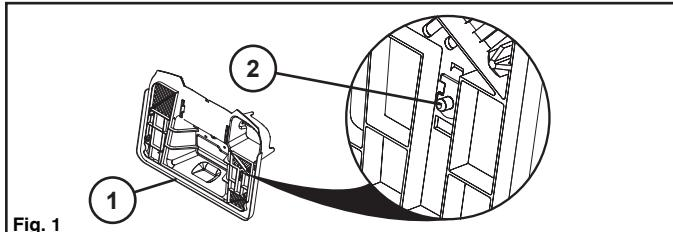

Fig. 1
- Stând în picioare în spatele tractorului, cu sacul scos de pe placă posterioară (1), identificați zona de contact total a sacului (2). (Vezi Fig 1)